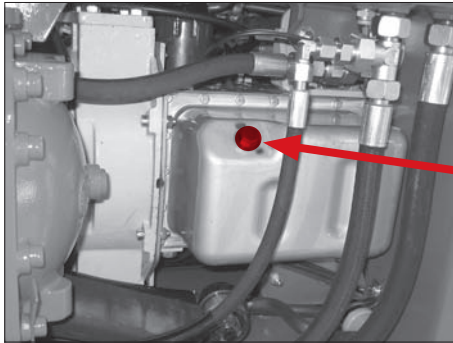

Abb. 56
6. Schrauben Sie den Verschlussstopfen Pos. 1 ab und schrauben Sie den mitgelieferten Schlauch Pos. 2 an (Abb. 56). Das Öl fließt nun aus dem Motor heraus.